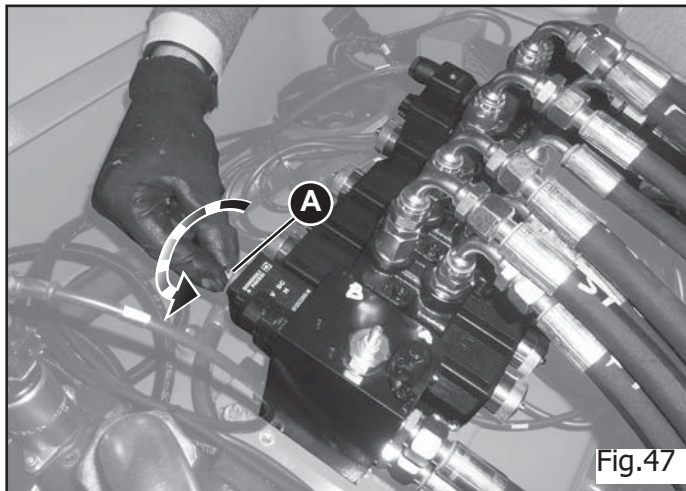

Fig.47
- 7) Visser le cliquet de l'électrovanne (A Fig.47) placé à l'entrée du distributeur qui surpasse le débit d'entrée du distributeur (pour permettre à ce dernier d'avoir un débit constant) ;